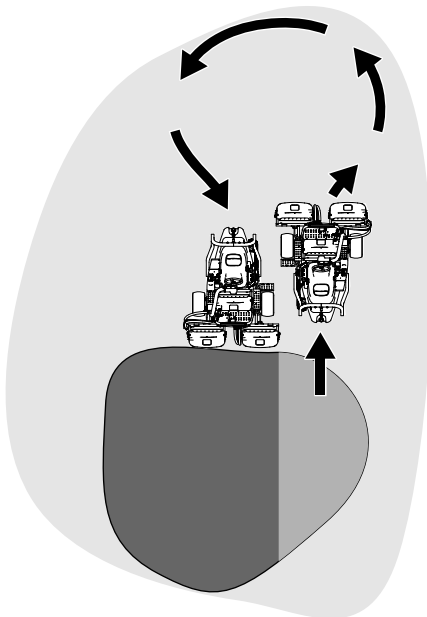

Figura 27
6. Para ganar tiempo y facilitar la alineación correcta para la pasada siguiente, gire la máquina momentáneamente en la dirección opuesta, y luego gire hacia la parte que todavía no está segada. Este movimiento forma un giro en forma de lágrima (Figura 27), que permite alinear la máquina rápidamente para la pasada siguiente.